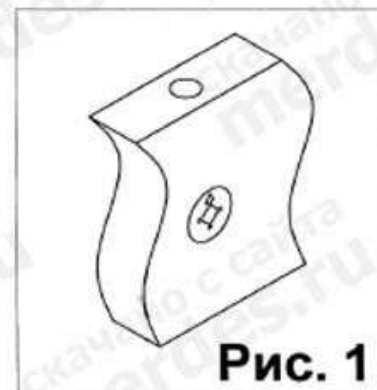
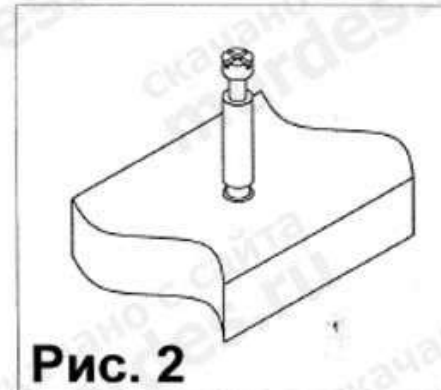

Рис. 1
Рис. 2
1. Прикрутить к деталям 1 и 2 с внутренних сторон направляющие (7) в отверстия диаметром 5 мм, при помощи евроинтов (8). Затем к боковине 1 последовательно присоединить детали 4, 2. Крепление производить при помощи евроинтов (2)(6). После этого к низу собранной конструкции прикрепить полку нижнюю 3 при помощи шкантов (1) и евроинтов (2). Далее положить конструкцию на стенку заднюю 4 и прикрутить к полке 3 с нижней стороны опоры (14) саморезами (18) из расчета два самореза на одну опору (14). Поставить конструкцию на опоры (14). Далее забить шканты (1)
в соответствующие торцевые отверстия боковины 2. Вставить стяжки-растекс (3) (19) в отверстия диаметром 15 мм расположенные на деталях 1 и 2 (см. рис. 1). Следует учесть, что стяжка-растекс (3) используется в деталях имеющих толщину 25 мм. В деталях имеющих толщину 16 мм используется стяжка-растекс (19). Закрутить в пластиковые муфты, расположенные на полке 5, дюбеля стяжек-растекс (4) (см. рис.2), и соединить полку 5 с деталями 1 и 2. Фиксацию стяжек растекс (19) произвести путем поворота их по
3. Вставить стяжки-растекс (3) в отверстия диаметром 15 мм расположенные на деталях 13,8,14,12. (см. рис.1). Забить шканты (1) и (9) в соответствующие торцевые отверстия деталей 13,16,8. Соединить детали 13, 16, 8 со столешницей 8. Фиксацию деталей произвести при помощи стяжек-растекс (3) путем поворота их по часовой стрелке. Затем к деталям 13 и 16 присоединить полку 19 при помощи шкантов (1), (9), и евроинта (2). Далее соединить между собой детали 11, 12 и 10 при помощи шкантов (9),(1)и евроинтов (6). С левой
стороны стойки 12 закрутить дюбеля стяжек-растекс (4) в пластиковые муфты (см. рис.2). Соединить собранную конструкцию с полкой 14 и боковиной 8. Крпление
4. Закрутить в пластиковую муфту, расположенную на полке 15, дюбель стяжки-растекс (4) (см. рис.2). Соединить полку 15 с каркасом стола (детали 13, 17, 19, 12). Далее закрепить стенку заднюю 18 при помощи шкантов (9), для чего забить шканты (9) в полку 15 так, чтобы выступающая часть шканта составила примерно 20 мм. На эти части шкантов (9) надеть стенку 18. Далее перевернуть полку верхнюю 20 нижней стороной вверх (на нижней стороне этой детали имеется пластиковая муфта), и закрутить в муфту дюбель стяжки-растекс (4) (см. рис.2). Перевернуть полку и соединить ее с каркасом стола. Фиксацию стяжки растекс (3) произвести путем поворота ее по часовой стрелке. Фиксацию полки 20 к детали 18 произвести при помощи евровинтов (2).
5. Прикрутить петли (21) к двери 22. Установить дверь, для чего вставить петли закрученные в двери 22 в ответные планки паечель (21) закрученные в боковине 8. Произвести фиксацию петель при помощи стопорного винта находящегося на ответной планки петли. При необходимости произвести регулировку петли с помощью регулировочного винта, расположенного на петле (21). Далее установить ручку (12) к фасаду двери 22. При необходимости поставить съемную полку (21) для чего, в отверстия диаметром 5 мм расположенные с внутренних сторон 8 и 12 вставить полкодержатели (17), и положить на них полку 21.
Взять стенку заднюю выдвижного ящика и забить в соответствующие отверстия шканты (1). Соединить боковины ящика с задней стенкой. Фиксацию производить при помощи евровинтов (6). Далее положить каркас ящика на заднюю стенку и забить шканты (1) в соответствующие торцевые отверстия на боковинах ящика, и вставить стяжки растекс (19) (см.рис.1). После этого вставить дно ящика в пазы на каркасе ящика, таким образом, чтобы дно ящика вошло в паз на стенке задней ящика. Далее закрутить в переднюю панель ящика в имеющиеся муфты дюбеля стяжек-растекс (4). Соединить переднюю панель ящика с каркасом. Фиксацию произвести путем поворота стяжки (19) по часовой стрелки. После этого положить ящик дном вверх и прикрутить ответные планки направляющих (7) к боковинам ящика при помощи саморезов (5). Далее к передней панели прикрепить ручку винтами М4х20, входящих в комплект ручки (при комплектации винтами М4х22 использовать прокладочные шайбы входящие в комплект фурнитуры). Аналогичным образом собрать остальные ящики. В переднюю панель ящика имеющего отверстие диаметром 20 мм вставить замок (23) со стороны паза, а с передней стороны панели вставить в это отверстие стопорное кольцо замка (23). Фиксацию замка произвести при помощи саморезов (5). Этот ящик устанавливается в верхнее положение тумбы. Задвинуть ящик и пометить положение начала передней панели относительно низа полки 5. Отметить 25 мм и закрепить запорную планку замка напротив расположение замка (23) при помощи саморезов (5). Сборка малых ящиков производится с использованием только шкантов (1) и клея входящего в комплект фурнитуры.